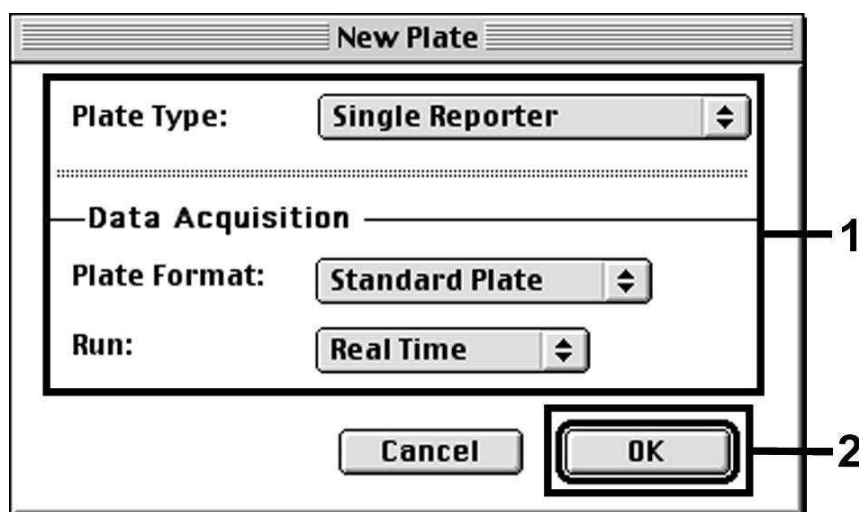

Fig. 9 : Pré-paramétrages lors de la création d'un nouvel essai PCR (*New Plate*).
Dans le cas de l'ABI PRISM 7700 SDS, sélectionner la commande *New Plate* du menu *File* et définir les paramètres de base suivants pour le nouveau document (voir Fig. 9). Confirmer les indications (OK).